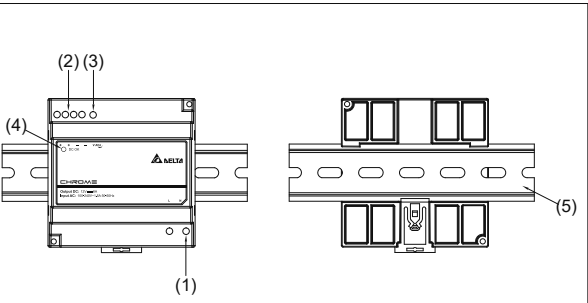
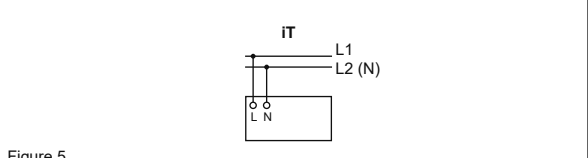

Figure 1
Figure 5
### 2. Gerätebeschreibung (Abb. 1)
#### 4.1. Anschluss der Eingangsklemmen (Abb. 1, Abb. 5)
Verwenden Sie die Eingangsklemmen L und N (Schutzleiter), um den 100-240Vac-Anschluss herzustellen. Abb. 5 zeigt den Anschluss an die unterschiedlichen Netztypen.
#### 4.2. Anschluss der Ausgangsklemmen (Abb. 1 (2))
Verwenden Sie die Schraubklemmen „+“ und „-“, um den 12Vdc-Anschluss herzustellen. Am Ausgang stehen 12Vdc zur Verfügung. Die Ausgangsspannung kann am Potentiometer zwischen 12 und 14Vdc eingestellt werden. Die grüne LED „DC OK“ zeigt die korrekte Funktion des Ausgangs an (Abb. 1 (4)). Das Gerät verfügt über einen Kurzschluss-, Überlast- und Überspannungsschutz, der auf 19Vdc begrenzt ist.